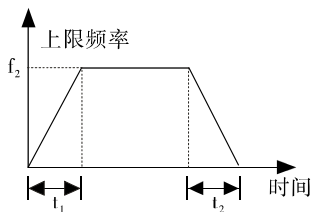

图6-1 加减速时间示意
- 加速时间设定为[输出频率由0Hz加速至F015上限频率所需的时间]，如图6-1中 $t_1$ 所示。
- 减速时间设定为[输出频率由F015上限频率减速至0Hz所需的时间]，如图6-1中 $t_2$ 所示。